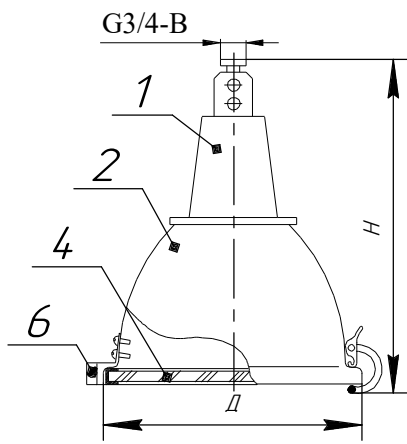

Рисунок 5
фарфоровый патрон, отражателя поз.2,(Рис.1-6), сетки защитной поз.3,(Рис.3-4), обечайки в сборе с защитным стеклом поз.4,(Рис.5), обечайки в сборе с защитным стеклом и сеткой поз.5,(Рис.6).
6.4 Светильники модификаций: НСП17-200,500,1000-032 см. рис.5 приложение А.